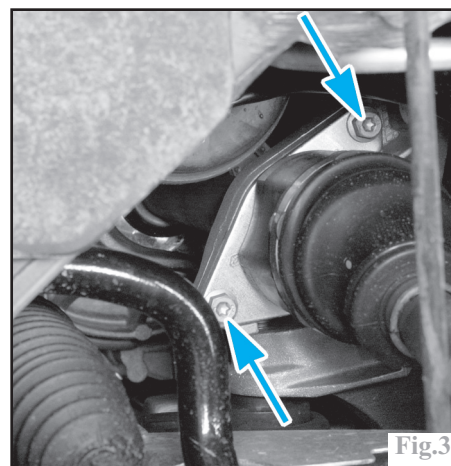

Fig.3
Pour la transmission droite, déposer les deux vis de la bride du palier de la transmission (Fig.3) puis dégager celle-ci du différentiel en tirant dessus vers l'extérieur.
-serrer les vis du palier au couple prescrit (Fig.3).
-avec une boîte manuelle, tirer la bague protectrice (2) du joint de sortie de différentiel vers l'arrière pour la clipper sur la gorge de l'arbre, si celui-ci en est muni, ou la tirer complètement pour la détruire,